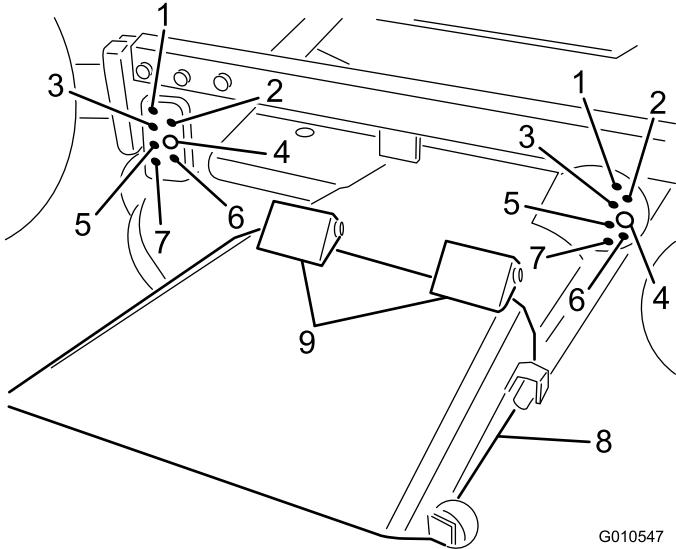

Figura 9
7. Baje el bastidor de tiro e instale 4 pasadores en los taladros de ajuste de la altura de corte apropiados de ambos bastidores. Sujete los 4 pasadores con chavetas (Figura 9).